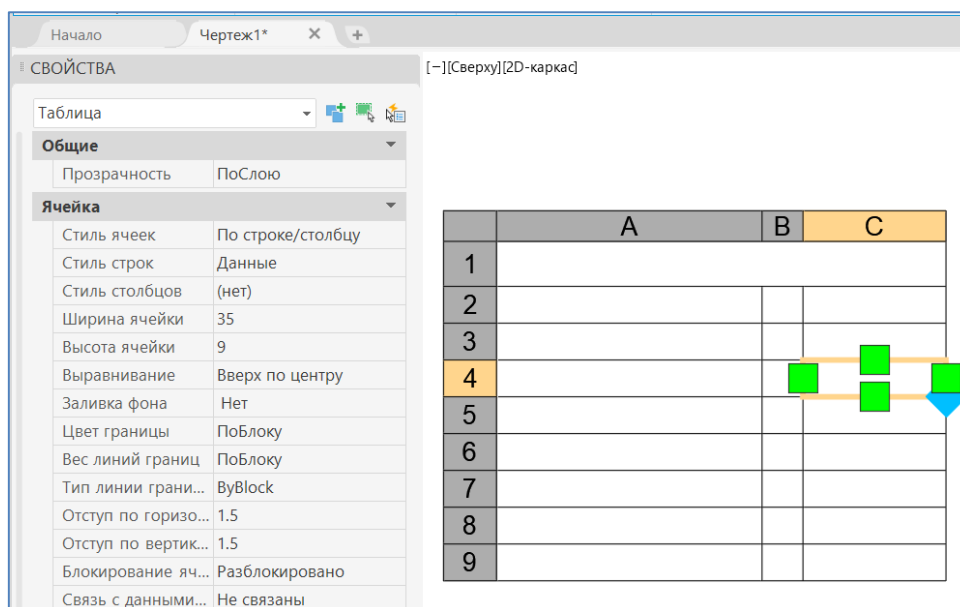

Рис. 106
4) Изменить размеры строк и столбцов таблицы с помощью палитры свойств. Для этого следует щелчком мыши выделить ячейку в столбце таблицы. Вызвать палитру инструментов **Свойства** и последовательно изменить с ее помощью ширину ячеек на 65, 10 и 35 мм соответственно (рис. 106).
Размеры ячеек таблицы удобно редактировать с помощью палитры СВОЙСТВА (рис. 106).